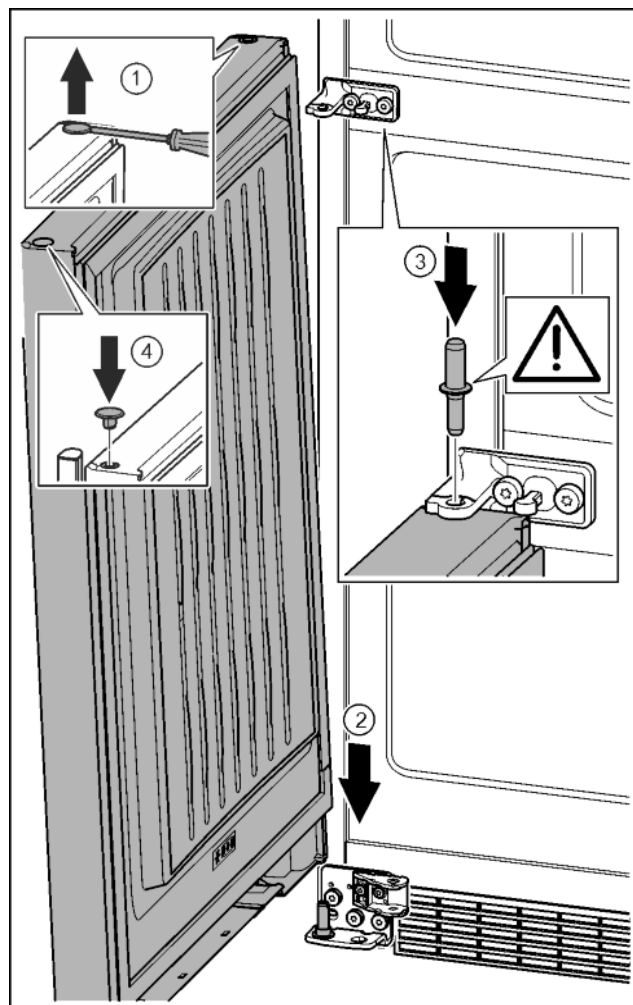

Fig. 35
- ▶ Осторожно приподнять шлицевой отверткой заглушку и извлечь ее. *Fig. 35 (1)*
- ▶ Установить дверь сверху на нижний опорный палец. *Fig. 35 (2)*
- ▶ Вставить средний опорный палец через средний опорный кронштейн в нижнюю дверь. При этом следить за тем, чтобы выступ фиксатора был направлен назад. *Fig. 35 (3)*
- ▶ Заглушку снова вставить с другой стороны. *Fig. 35 (4)*